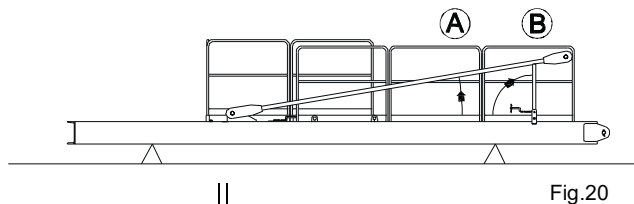

Fig.20
2.3.2. Com a contralança no chão, (fig. 20) levantar separadamente os tirantes A de modo a poder rodar 90° os suportes de apoio B, fixar estes apoios com a cavilha própria. Apoiar os tirantes nestes suportes. Colocar o estrado de aperto dos contrapesos na posição mais recuada.